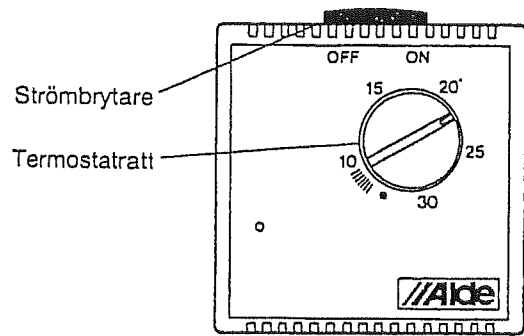

Fig. 6
- Önskad temperatur i husvagnen regleras med rumstermostaten på väggen, fig. 6.
- Ställ in önskad rumstemperatur med rumstermostaten, fig. 6.